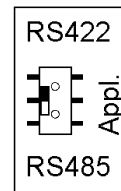

Bild 4
- HINWEIS: Bei Verwendung der Applikations-Schnittstelle RS232 muss der Schiebeschalter „Appl.“ (Bild 4) auf RS422 eingestellt werden, d.h.